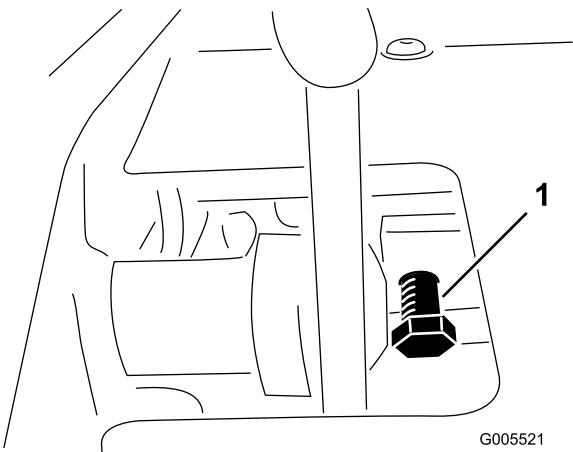

Bild 57
1. Lösen Sie die Klemmmutter an der Pedalsperren-Kopfschraube (Bild 57).